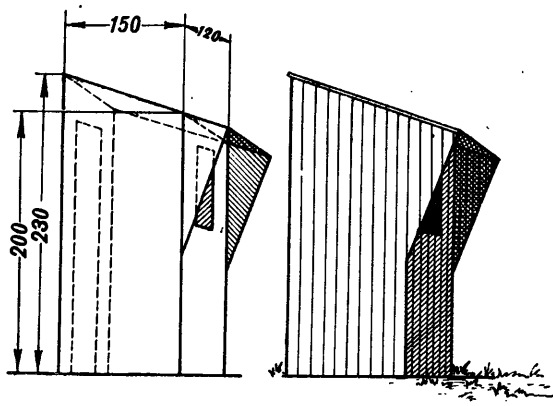

Рис. 42. Будка (размеры в см)
74. Проверка боя проводится в присутствии владельцев револьверов и их командиров, по возможности в ясную погоду, в тире или на стрельбище; в последнем случае стрельбу вести из будки (рис. 42), чтобы прикрыть стрелка от солнца и ветра.